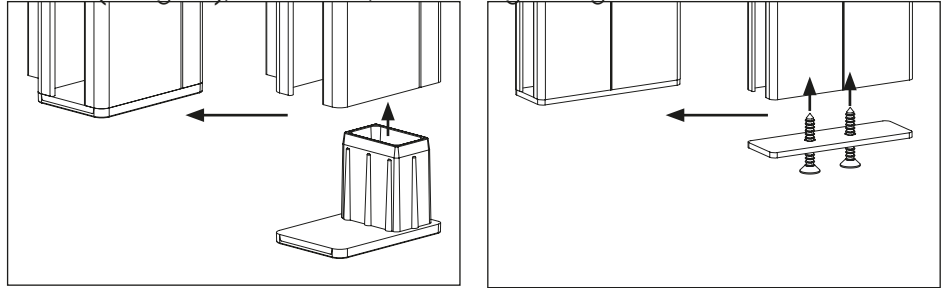

Fig. 19: Zwarte kunststof eindstop of aluminium eindplaatje
Hierbij wordt de screenkast op de geleiders gemonteerd. De geleiders schuiven over een pin van de consoles. (zie Fig. 19)
- Aan de onderzijde wordt elke geleider voorzien van een zwarte kunststof eindstop bij zijgeleiders of van een aluminium eindplaatje bij middengeleiders (zie fig. 19), dikte 2 mm, als eindbegrenzing voor de onderlat.